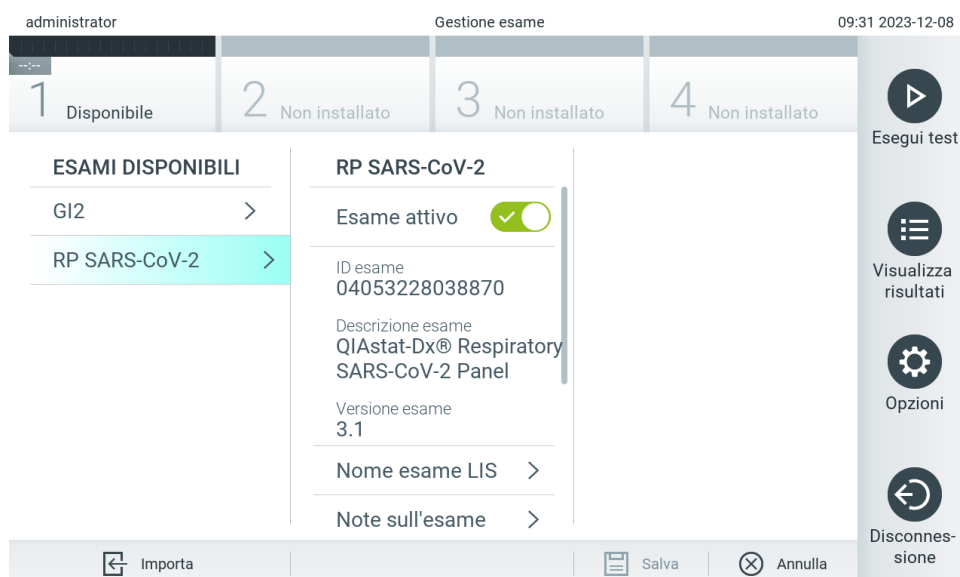

Figura 57. Gestione degli esami disponibili.
1. Premere Options (Opzioni) > Assay Management (Gestione esame) per accedere alla schermata Assay Management (Gestione esame). Gli esami disponibili sono elencati nella prima colonna dell'area dei contenuti (Figura 57).